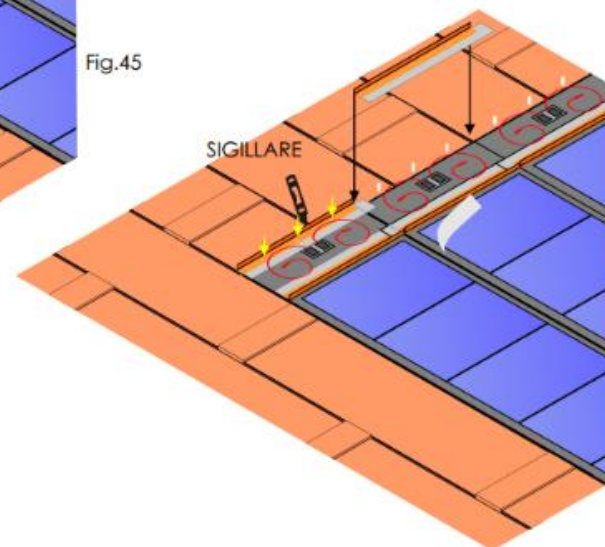

Fig.47
- Completata la posa della tegola bituminosa rimuovere la protezione inferiore dei profili a L, e applicarli facendo entrare i chiodi sporgenti nei fori del profilo e far aderire sia sulla tegola bituminosa che su Tegosolar il butilico per impermeabilizzare il giunto (Fig 47).
- Sigillare eventuali discontinuità del manto (Fig 47).